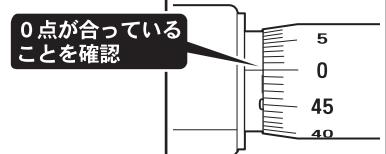

図3
③基準線目盛の『0』にシンプルの『0』目盛が一致していれば、スリープ・シンプルの0点が合っています。図3